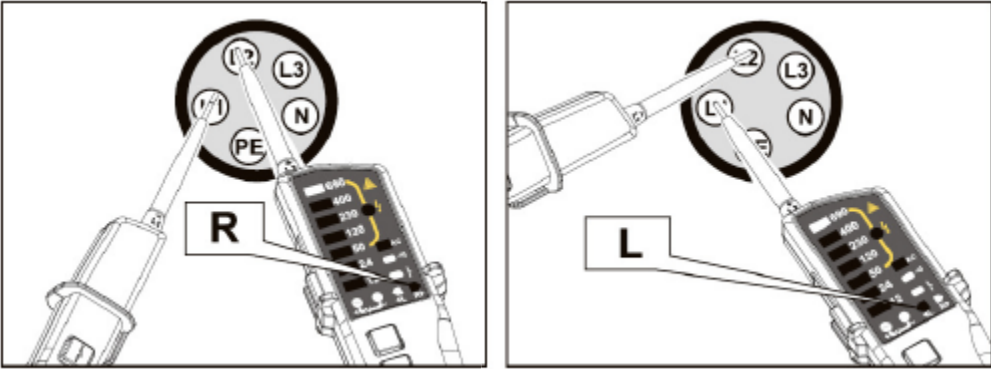

Рис. 4.
1. Прилад слід тримати за корпус, як показано на Рис. 4. (з пальцем за обмежувачем на ручці). Вимірювальний щуп L2 слід підключити до будь-якої фази, вимірювальний щуп L1 – до будь-якої з двох фаз.